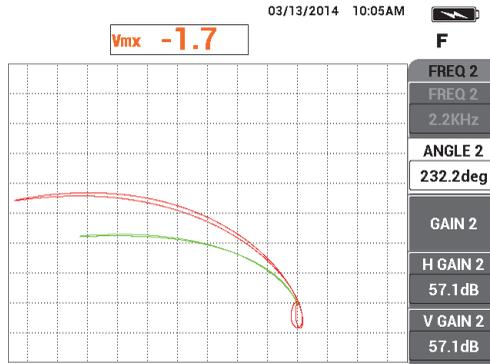

図 5-120 ファスナーのスキャン結果
- 215 ページの図 5-120 に示すような信号結果が表示されます。